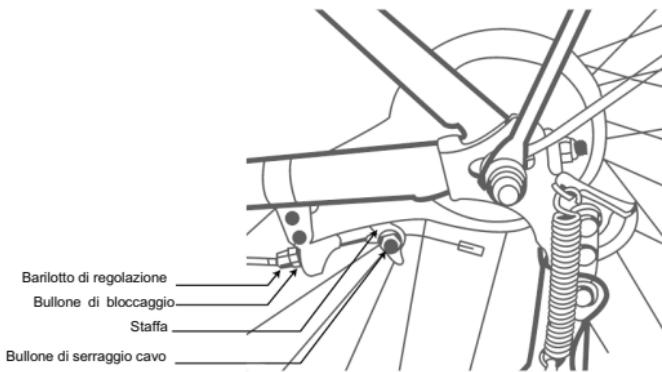

Figura 9
- Serrare saldamente il bullone di serraggio del cavo e regolare il barilotto fino ad ottenere una sufficiente forza di frenata. (Figura 9)